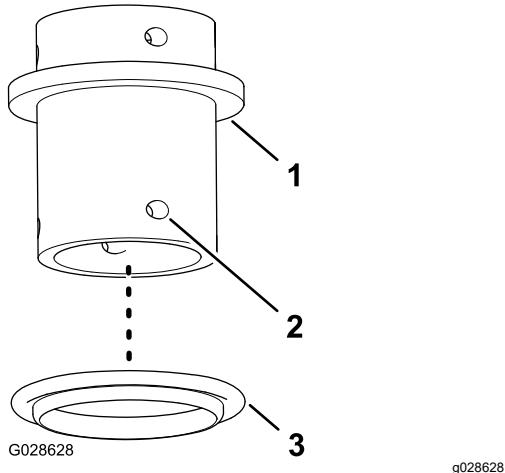

**Bild 7**
7. Entfernen Sie die Sicherungsbundmutter (3/8 Zoll) an der unteren äußeren Schlossschraube am rechten vorderen Tankriemen, fügen Sie die Spritzpistolenhalterung und die Schlossschraube zusammen, und sichern Sie die Halterung mit der Sicherungsbundmutter (**Bild 7**).